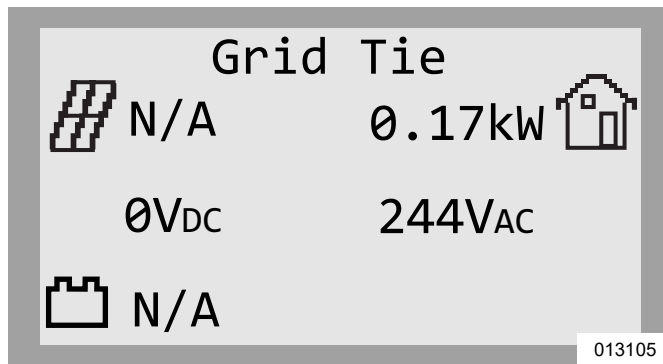

Figure 6-2. Mise sous tension de l'onduleur
Voir Figure 6-2. Lors de la mise sous tension, l'écran d'accueil s'affiche sur le tableau de commande avec le mode système indiqué au sommet de l'écran.
1. Voir Figure 6-2. Tout en observant l'écran d'accueil, appuyer sur la touche centrale.